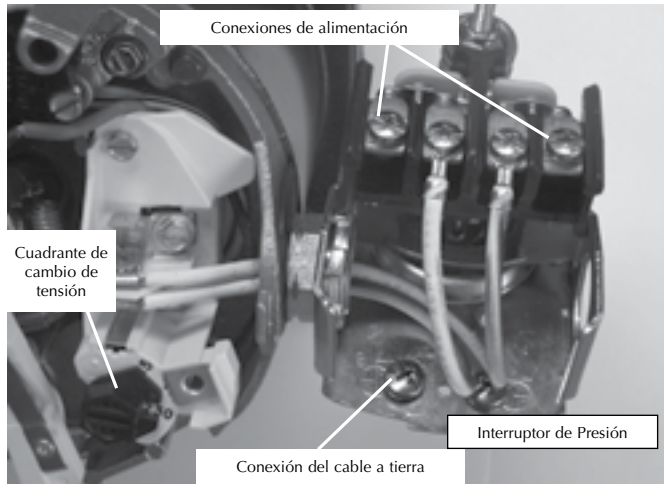

Figura 6: Tensión configurada para 230 V, tipo cuadrante.
3. Conecte los conductores de alimentación a los dos tornillos exteriores en el manóstató según se ilustra en el Figura 6.
4. Conecte el cable a tierra a una de las conexiones a tierra según se ilustra en la Figura 6.
1. Conecte el alambre de puesta a tierra primero según se ilustra en la Figura 6. El alambre de puesta a tierra debe ser un alambre de cobre sólido por lo menos tan grande como los alambres de suministro de corriente.
4. Conecte los alambres de suministro de corriente al conmutador de presión según se ilustra en la Figura 6.